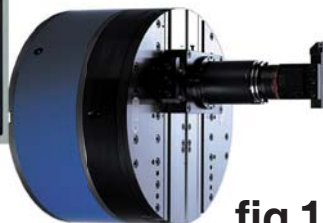

fig.1
- The first involves a direct connection to the "U" axis of the NC of the machine tool (fig.1) and allows for all types of cylindrical and conical boring, facing, threading, radius, and spherical operations to be performed.
- Die erste sieht den direkten Anschluss an die „U“ Achse der numerischen Steuerung der Werkzeugmaschine (fig.1) vor und ermöglicht das Ausführen eines jeglichen Dreh- Bohr-außen- und Innenplanbearbeitungs-, Radialbearbeitungs- und Rundbearbeitungsvorganges.
- La primera prevé la conexión directa al eje "U" del control numérico de la máquina herramienta (fig.1) y permite efectuar cualquier tipo de operación de torneado, mandrinados, refrentados internos y externos, roscas, radios y operaciones esféricas.
- La première prévoit le branchement direct à l'axe « U » de la commande numérique de la machine outil (fig.1) et permet d'effectuer tous les types d'opération de tournage, alésage, dressage interne et externe, filetages, rayon de courbure et les opérations sphériques.
- La prima prevede il collegamento diretto all'asse "U" del controllo numerico della macchina utensile (fig.1) e permette di eseguire ogni tipo di operazione di tornitura, alesatura, sfaccature interne, esterne, filettature,raggiature e operazioni sferiche.